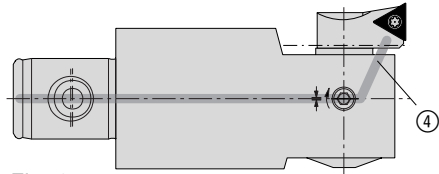

Fig. 2
- les outils sont prévus avec des alimentations de lubrifiant par le centre permettant l'arrivée du fluide de coupe jusqu'à l'arête de coupe ④ (Fig. 2)